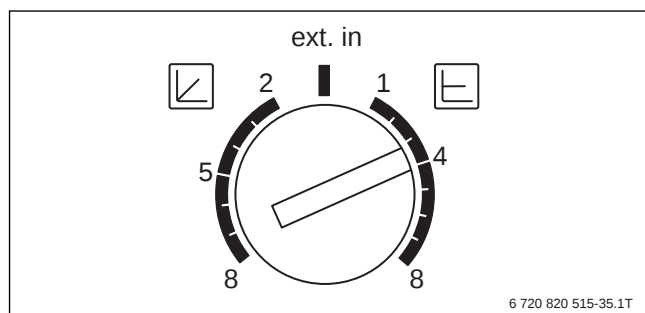

Bild 16 Einstellmöglichkeiten Pumpe PC0
- Die Wärmeanforderung zur Beladung des Pufferspeichers erfolgt über den potentialfreien Schließerkontakt des Regelgeräts Logamatic 4117 auf die Anschlussklemme I2 (WA) des Gas-Brennwertgeräts Logamax plus GB162.
- Die Pumpe PC0 der Pumpengruppe des Gas-Brennwertgeräts muss auf $\Delta p =$ konstant eingestellt werden. Die Einstellung erfolgt direkt an der Pumpe PC0 (→ Bild 16). Der Förderdruck der Pumpe PC0 ist entsprechend dem Druckverlust des Wärmetauschers des Gas-Brennwertgeräts zu wählen.